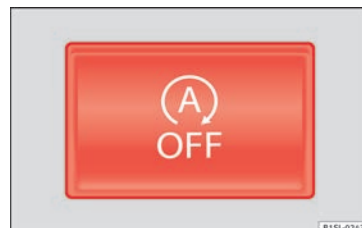

Fig. 158 En la parte superior de la consola central: tecla del sistema Start-Stop.
- Pulse la tecla  situada en la consola central » **fig. 158**.